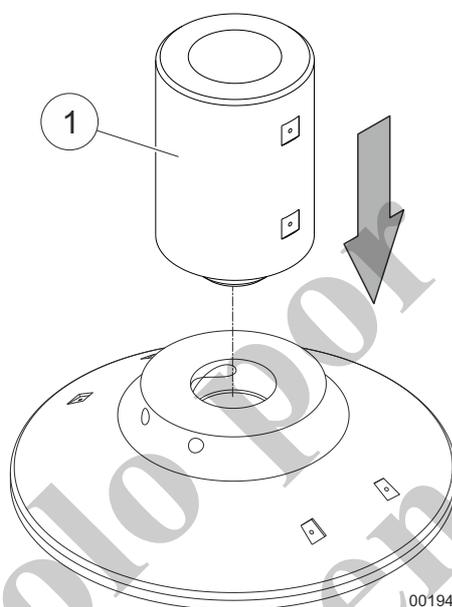

Fig. 144 Ubicación del adaptador en la base de estabilizador
- 6 Retire el adaptador (1, Fig. 144) de la caja de herramientas y colóquelo en la base de estabilizador.